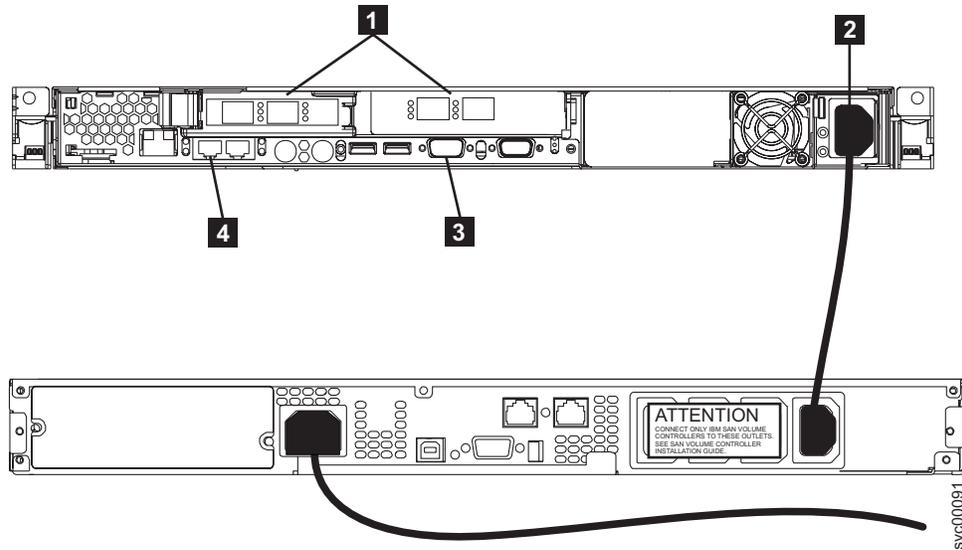

図3. SAN ボリューム・コントローラー 2145-8F2 および 2145 UPS-1U 用の電源ケーブルとシグナル・ソケット
2. 電源ケーブル **2** が 2145 UPS-1U のロード・セグメント・コンセントに接続されていることを確認します。また、2145 UPS-1U の電源ケーブルのもう一方の端が 2145 UPS-1U からラック内の配分点に接続されていることを確認します。xvi ページの図 3 は、SAN ボリューム・コントローラー 2145-8F2 および 2145 UPS-1U用のコネクタを示しています。